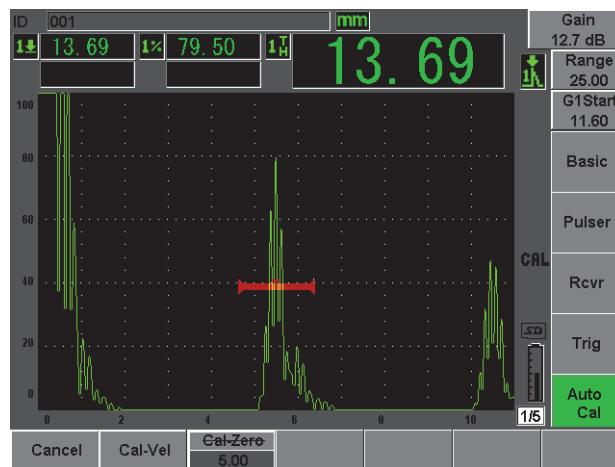

Рис. 2-15 Начало строба 1
11. Доведите амплитуду сигнала до 80 % высоты экрана с помощью функции **(AUTO XX** (см. Рис. 2-15 на стр. 46).